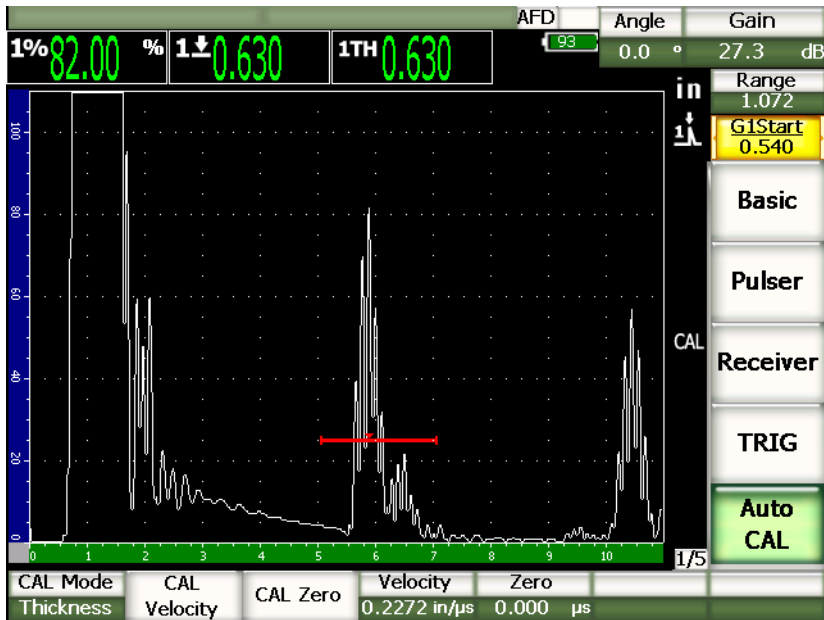

Abbildung 9-3 Das zweite Justiersignal in der Blende
8. Den Wert auf die bekannte Dicke der Indikation in der Blende einstellen (in diesem Beispiel 0,200 in.), dann mit **Weiter** mit dem zweiten Justierschritt fortfahren (siehe Abbildung 9-3 auf Seite 140).